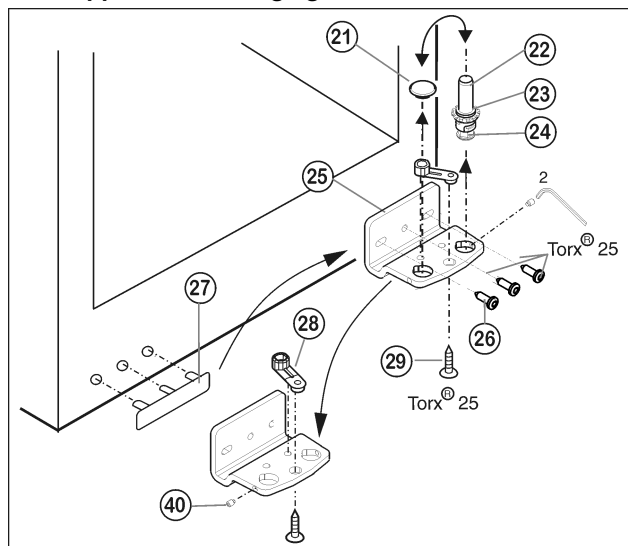

Fig. 7
- ▶ Dévisser la tige filetée Fig. 7 (40) avec la clé à six pans jointe d'env. 1 tour.
- ▶ Dévisser le pivot Fig. 7 (22) complètement avec le disque Fig. 7 (23) et le pied réglable Fig. 7 (24) par le haut.
- ▶ Enlever le bouchon Fig. 7 (21).
- ▶ Dévisser Fig. 7 (26) le support d'appui Fig. 7 (25).
- ▶ Dévisser complètement la tige filetée Fig. 7 (40) et la visser sur le côté opposé sur le support d'appui jusqu'à ce qu'elle soit à fleur du support d'appui.
- ▶ Dévisser Fig. 7 (29) l'élément pivotant Fig. 7 (28) et le permuter dans le trou opposé du support d'appui, revisser à fond.
- ▶ Replacer le bouchon Fig. 7 (21) dans l'autre trou.
- ▶ Soulever le cache côté poignée Fig. 7 (27) avec précaution et le positionner sur le côté opposé.
- ▶ Revisser le support d'appui Fig. 7 (25) sur le nouveau côté charnière en utilisant une visseuse sans fil si nécessaire, avec un couple de serrage de **4 Nm**.
- ▶ Revisser entièrement le pivot Fig. 7 (22) avec disque et pied réglable.
- ▶ Serrer la tige filetée Fig. 7 (40).
- ▶ Placer la porte supérieure par le haut sur le pivot inférieur Fig. 7 (22).
- ▶ Aligner éventuellement les portes à la carrosserie grâce aux deux trous longitudinaux dans le support d'appui inférieur Fig. 7 (25) et le support d'appui central Fig. 5 (13). Pour cela, dévisser la vis centrale du support d'appui inférieur Fig. 7 (25).